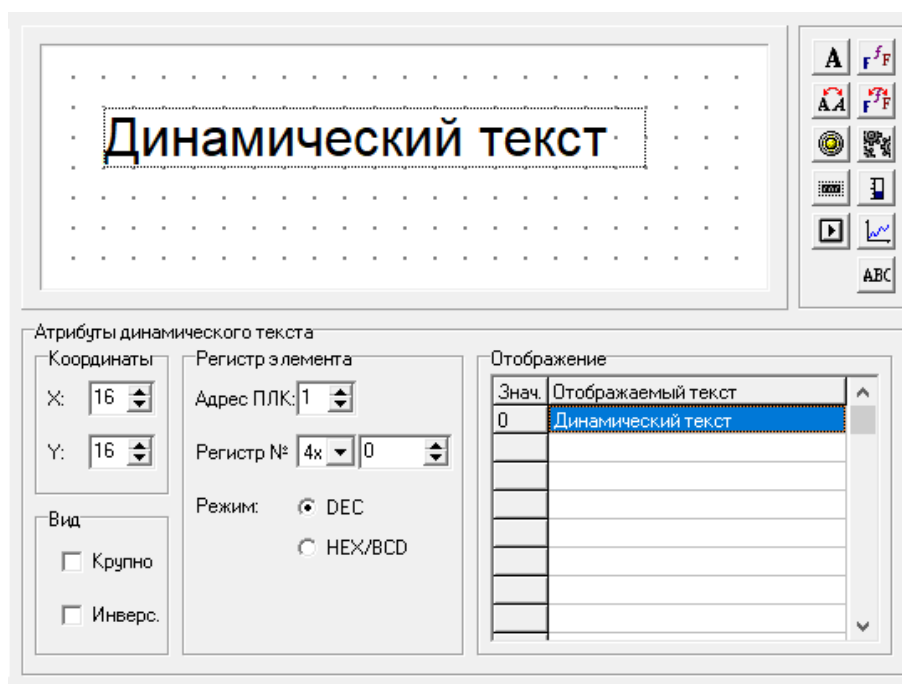

Рисунок 4.6 – Динамический текст
1. Нажать кнопку . Откроется область задания параметров изменяющихся текстов (см. рисунок 4.6).